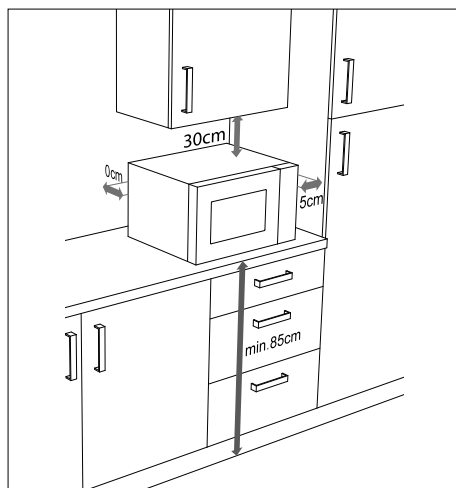

Fig. 3 – Distancias de aparato
- ▶ Se deben observar las distancias indicadas en «Fig. 3 – Distancias de aparato» para asegurar una buena ventilación. El distanciador de la pared posterior del aparato debe tocar la pared. Este garantiza que se mantiene la distancia correcta al colocar el microondas.